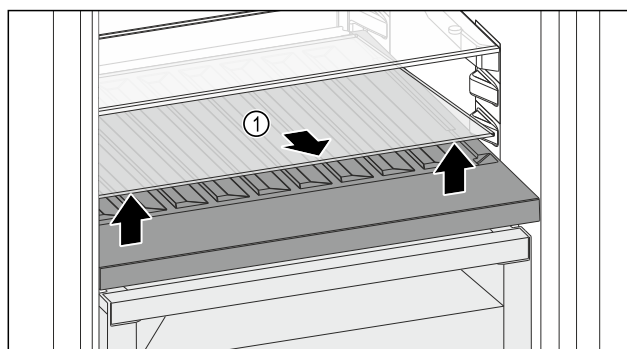

Fig. 110
- ▶ Emelje meg elől, a mélyedésnél az üveglapot Fig. 110 (1), és vegye ki.
- ▶ Biztonságosan tárolja az üveglapot Fig. 110 (1) a készüléken kívül.